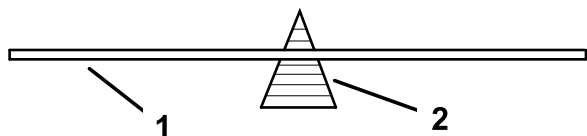

Figura 41
- Solo per le lame dritte, verificate il bilanciamento della lama mettendola su un bilanciatore delle lame (Figura 41).